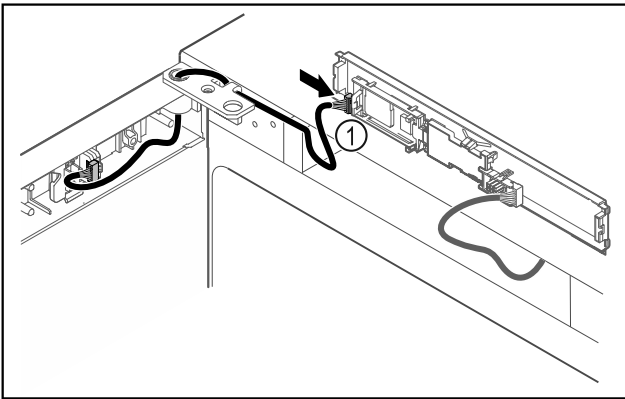

Fig. 48
- ▶ Připojte zástrčku Fig. 48 (1) na desku.